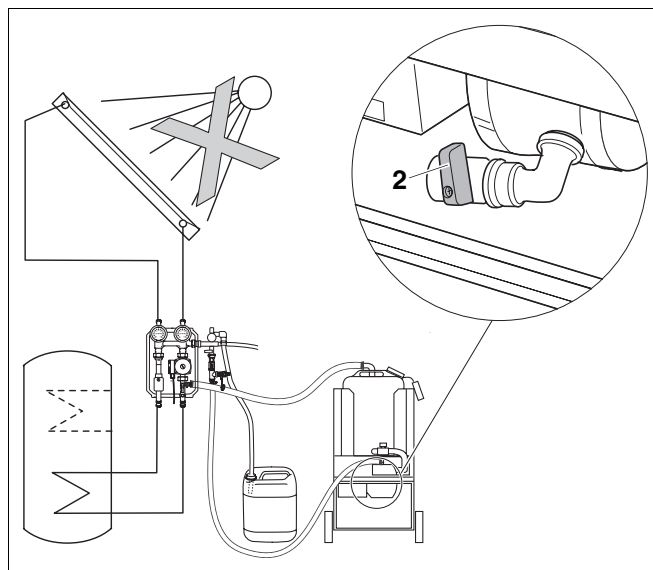

Abb. 10 Ablasshahn der Pumpe schließen
- ▶ Kontrollieren Sie, ob der Ablasshahn (Abb. 10, **Pos. 2**) der Pumpe geschlossen ist.